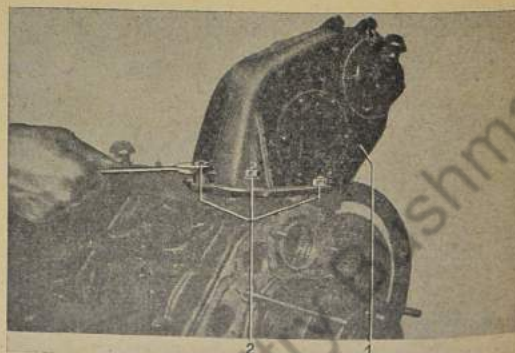

Bild 415: Zwischenradgehäuse aufsetzen und verschrauben
18. Planfläche des Zwischenradgehäuses mit Dichtmasse bestreichen, aufsetzen und verschrauben (7 Muttern, Spannringe) (Bild 415).